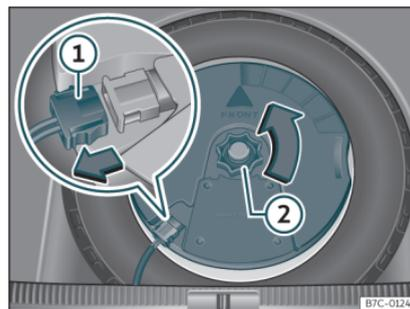

Fig. 214 Nel bagagliaio: smontare il subwoofer.
- Scollegare il cavo dell'altoparlante *subwoofer*»» fig. 214 ①.
- Ruotare la manopola di fissaggio in senso antiorario»» fig. 214 ②.